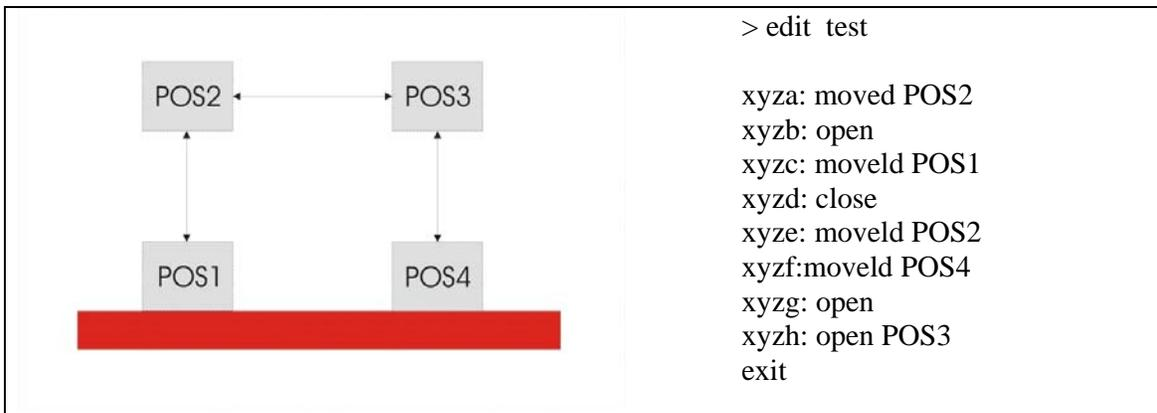

Figura 5.1.- Ejemplo de un programa llamado TEST. Transporta un objeto de la posición #1 a la posición #4.
1. Programe el robot con el programa de la figura 5.1. Defina las posiciones en donde usted lo considere adecuado. Tome un video corto con una cámara digital.